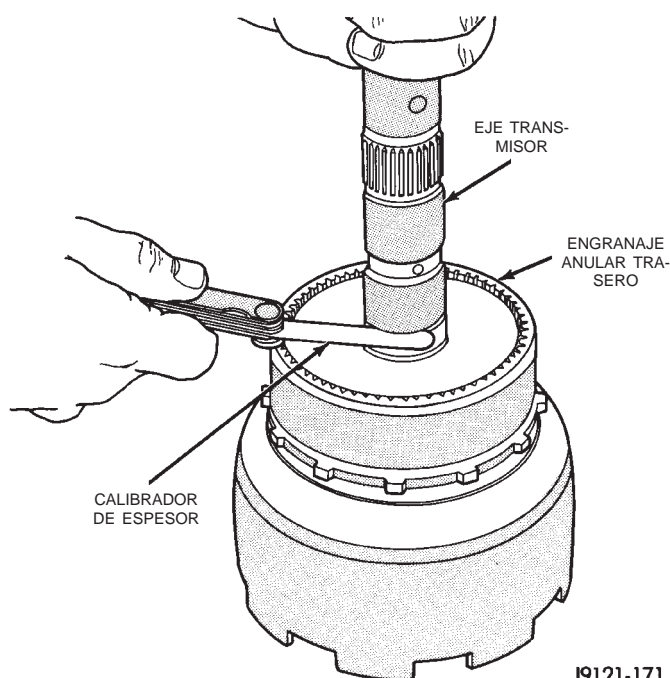

Fig. 167 Verificación del juego longitudinal del tren de engranajes planetarios
(23) Verifique el juego longitudinal del tren de engranajes planetarios con el calibrador de espesor (Fig. 167). El calibrador va entre el reborde del eje transmisor y el extremo del soporte del engranaje anular trasero.
(24) El juego longitudinal del tren de engranajes debe ser de 0,12 a 1,22 mm (0,005 a 0,048 pulgadas). Si el juego longitudinal es incorrecto, puede ser necesario reemplazar el anillo de muelle (o las arandelas de empuje). Para propósitos de ajuste, el anillo de muelle está disponible en tres espesores diferentes.